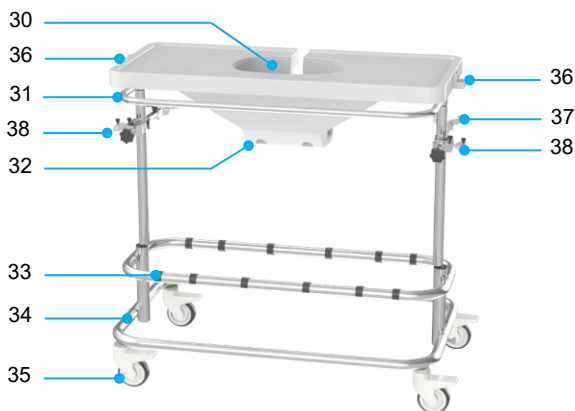

Figura 8 Cărucior
Unitatea termică și cele două unități de pompare sunt montate pe un cărucior (Figura 8). Căruciorul este dotat cu roțile cu frâne și o bară de împingere, pentru a permite transportul în spital.
- Plasați căruciorul în poziția corectă și acționați frânele de pe roțile (Figura 8, articolul 35).
- Plasați rezervorul hepatic în cavitatea mesei Liver Assist (Figura 8, articolul 30).
- Orientați tubulatura albastră spre partea portă (PV), iar tubulatura roșie spre partea arterială (HA)
- Plasați senzorii de presiune în suporturile de pe fiecare parte a blatului (Figura 8, articolul 36).
- Așezați oxigenatoarele în suporturile căruciorului (Figura 8, articolul 37) prin apăsarea lor în clemă. A se vedea (Figura 11).